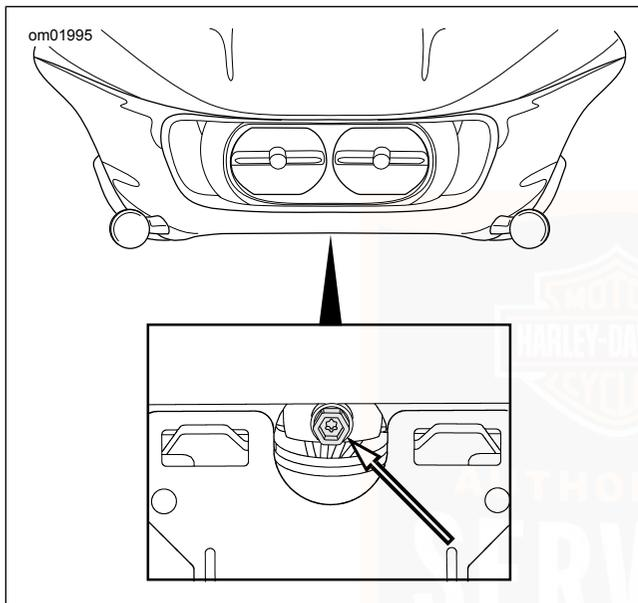

Abbildung 85. Scheinwerfereinsteller: FLTRU, FLTRX, FLTRXS
3. **Modelle mit rahmenmontierter Verkleidung:** Siehe Abbildung 85.